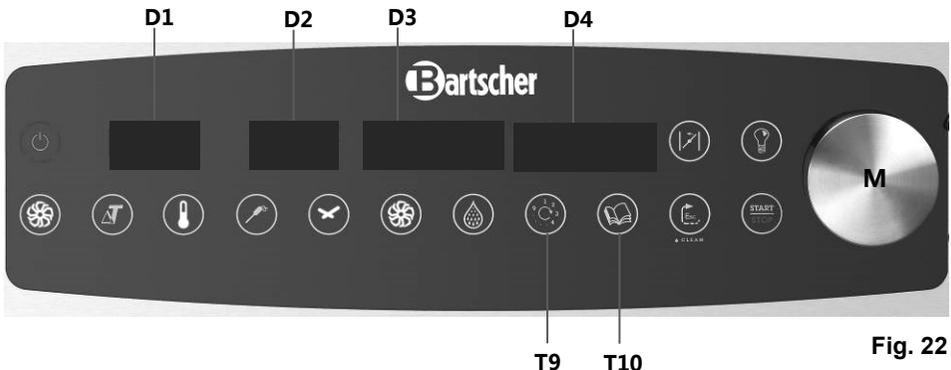

Fig. 22
3. Presser simultanément le bouton **M** (fig. 22) et la touche **T10** (fig. 22).
3. Presser simultanément le bouton **M** (fig. 22) et la touche **T9** (fig. 22).